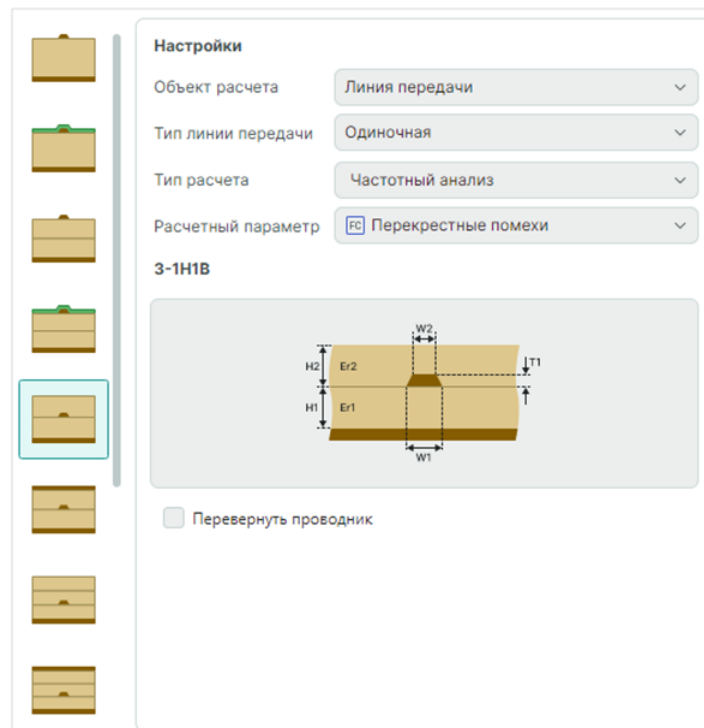

Рис. 87 Настройки расчета «Перекрестные помехи»
1. Определите стартовые настройки расчета (Рис. 87):